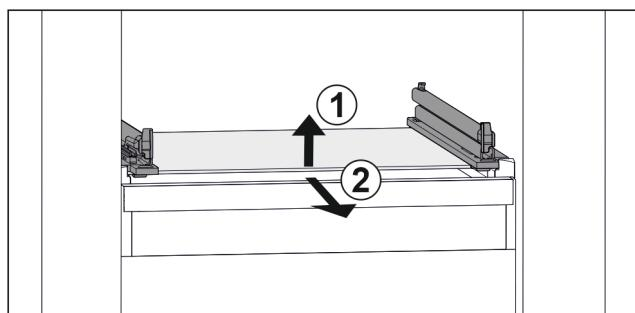

Fig. 111 Приблизне відображення скляної пластини
- Підняти скляну пластину спереду. Fig. 111 (1)
- Вийняти скляну пластину рухом вперед. Fig. 111 (2)